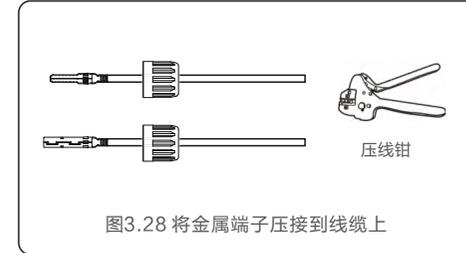

图3.28 将金属端子压接到线缆上
3. 使用专用压线钳将金属端子压接到线缆上 (如图3.28所示)。